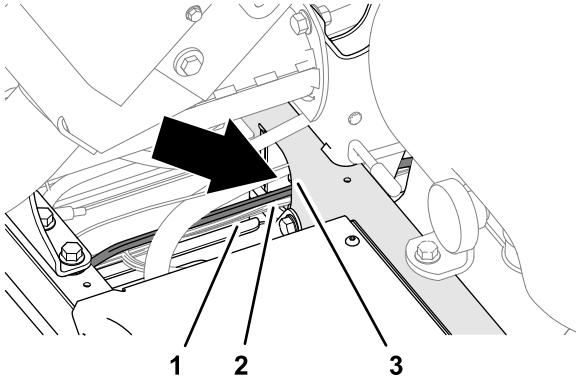

Figura 10
- Enrute el resto del arnés de alimentación a lo largo del arnés de cables de la máquina y a través de la base del soporte (Figura 10).